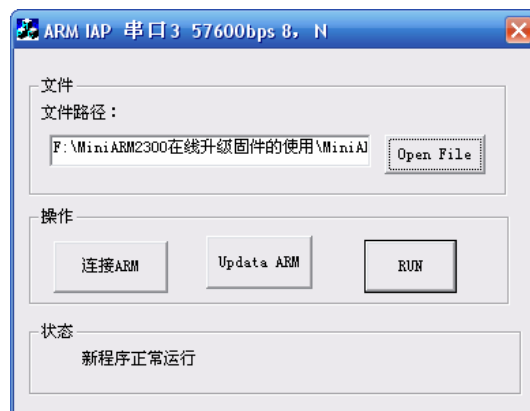

图 4.12 运行用户程序
- 点击“RUN”按钮，运行升级完成的用户程序，如图 4.12 所示。